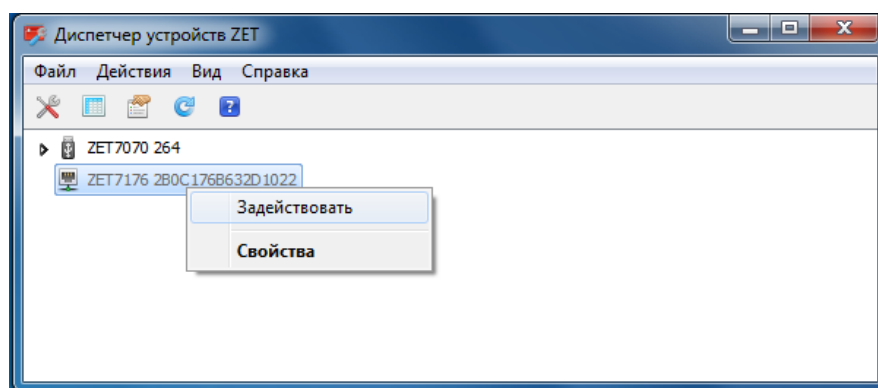

Рис.4
7. Убедитесь в том, что в окне программы «Диспетчер устройств ZET» отображаются идентификаторы подключенных преобразователей интерфейса (Рис.4). Преобразователи интерфейса моделей ZET7076 и ZET7176 для своей работы требуют дополнительной активации (задействования) для чего в окне программы «Диспетчер устройств ZET» выбрав идентификатор (соответствующего преобразователя интерфейса) правой клавишей манипулятора «мышь» вызвать всплывающее окно, в котором активировать поле "Задействовать" (Рис.4).